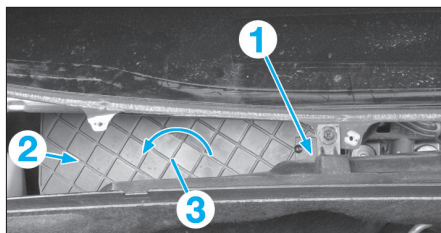

FIG. 1
- Déverrouiller le cache (3) en (1) et (2) (Fig.1).
- Pivoter le cache (3) pour le déposer.